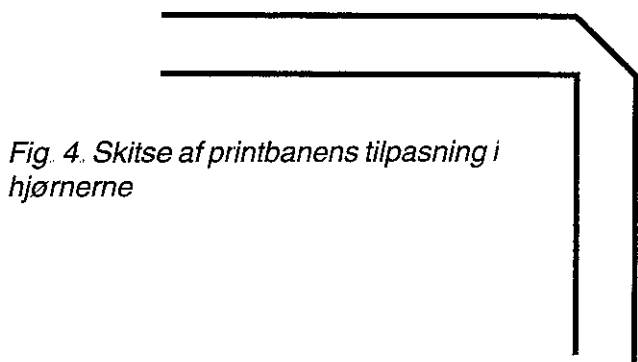

Fig. 4. Skitse af printbanens tilpasning i hjørnerne
- bøjninger på printbanerne bør undgås, men er dette ikke muligt, skal hjørnerne skæres skråt af for at undgå en ekstra shuntkapacitet. Se skitse (fig.4).